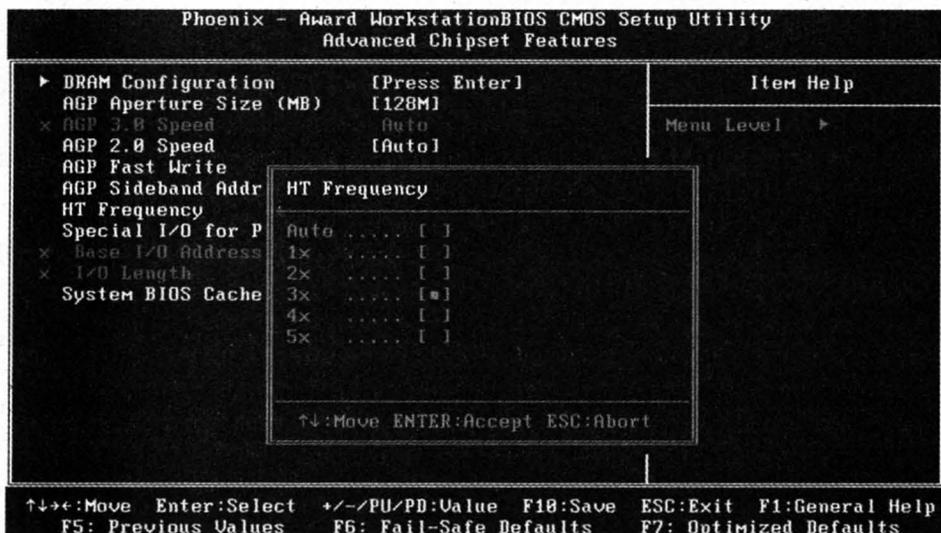

Рис. 17.8. Уменьшение рабочей частоты шины HyperTransport
3. Уменьшите частоту работы шины HyperTransport с помощью параметра HT Frequency или аналогичного (рис. 17.8). Если в качестве значений этого